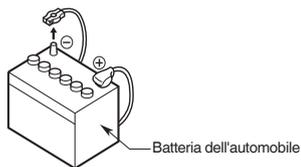

Figura 1
- Prima di iniziare, assicurarsi di scollegare il connettore "-" della batteria. Diversamente, potrebbero verificarsi dei cortocircuiti durante l'installazione. (Figura 1)